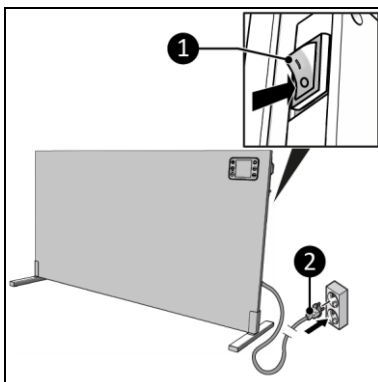

Figura 15
2. Asigurați-vă că întrerupătorul principal se află în poziția OFF (OPRIT) (Figura 15, poz. 1).
3. Introduceți ștecherul (Figura 15, poz. 2) într-o priză de perete cu împământare, care este ușor accesibilă. Utilizați o priză de perete cu împământare, cu o putere minimă de 1000 Watt.